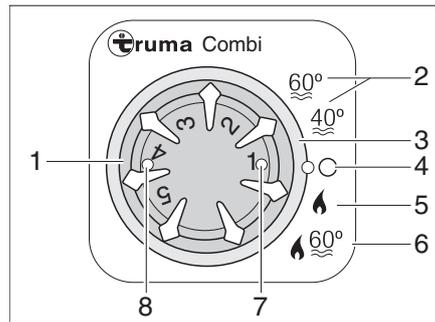

Fig. 245 Unité de commande pour chauffage/chauffe-eau
- Régler le mode de fonctionnement avec l'interrupteur rotatif (Fig. 245,3).
Le chauffage règle le degré d'allumage automatiquement en fonction du niveau de chauffage réglé. En mode de fonctionnement "Chauffage et chauffe-eau" (Fig. 245,6), l'eau du chauffe-eau est également chauffée. Le chauffage peut être exploité avec un chauffe-eau vide dans le mode de fonctionnement "Chauffage sans chauffe-eau" (Fig. 245,5).
- Régler le bouton tournant de température (Fig. 245,1) de l'unité de commande sur le niveau de chauffage désiré.
- Régler l'interrupteur rotatif (Fig. 245,3) sur régime hiver "Chauffage sans chauffe-eau" (Fig. 245,5) ou sur régime hiver "Chauffage et chauffe-eau" (Fig. 245,6).
Le voyant de contrôle vert (Fig. 245,7) s'allume.
- Régler l'interrupteur tournant (Fig. 245,3) sur "0" (Fig. 245,4).